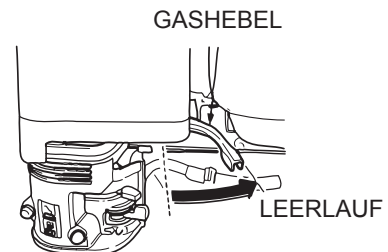

Abbildung 14. Gashebel (Leerlaufposition)
- Den Gashebel auf die **LEERLAUF-Position** (Abb. 14) stellen und den Motor drei Minuten lang mit niedriger Drehzahl laufen lassen.